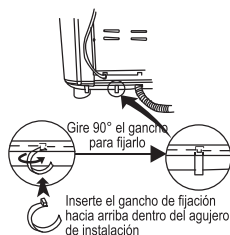

Figura 4
3. Instale los dos ganchos de fijación de la manguera de desagüe que retiró antes en el agujero de instalación del otro lado de la base (para dirigirlos con precisión en el agujero de instalación, usted puede reclinar ligeramente la lavadora hacia el frente). Después hágalos girar 90° como se muestra en la Figura 4.